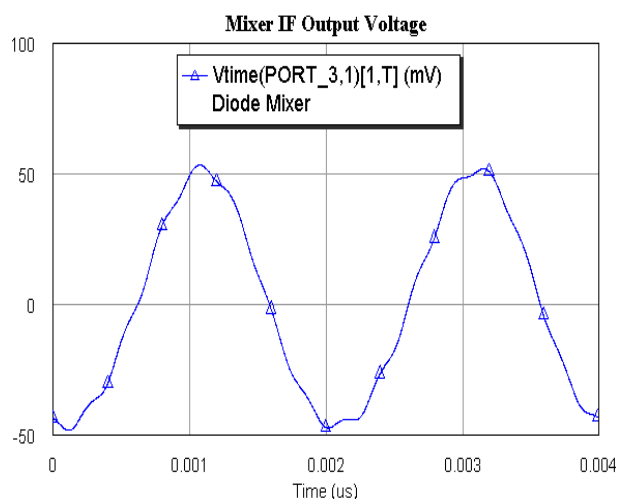

Рис. 4.44
4. Щёлкните левой кнопкой мышки по значку **Analyze** на панели инструментов. Рассчитанный график показан на рис. 4.44.